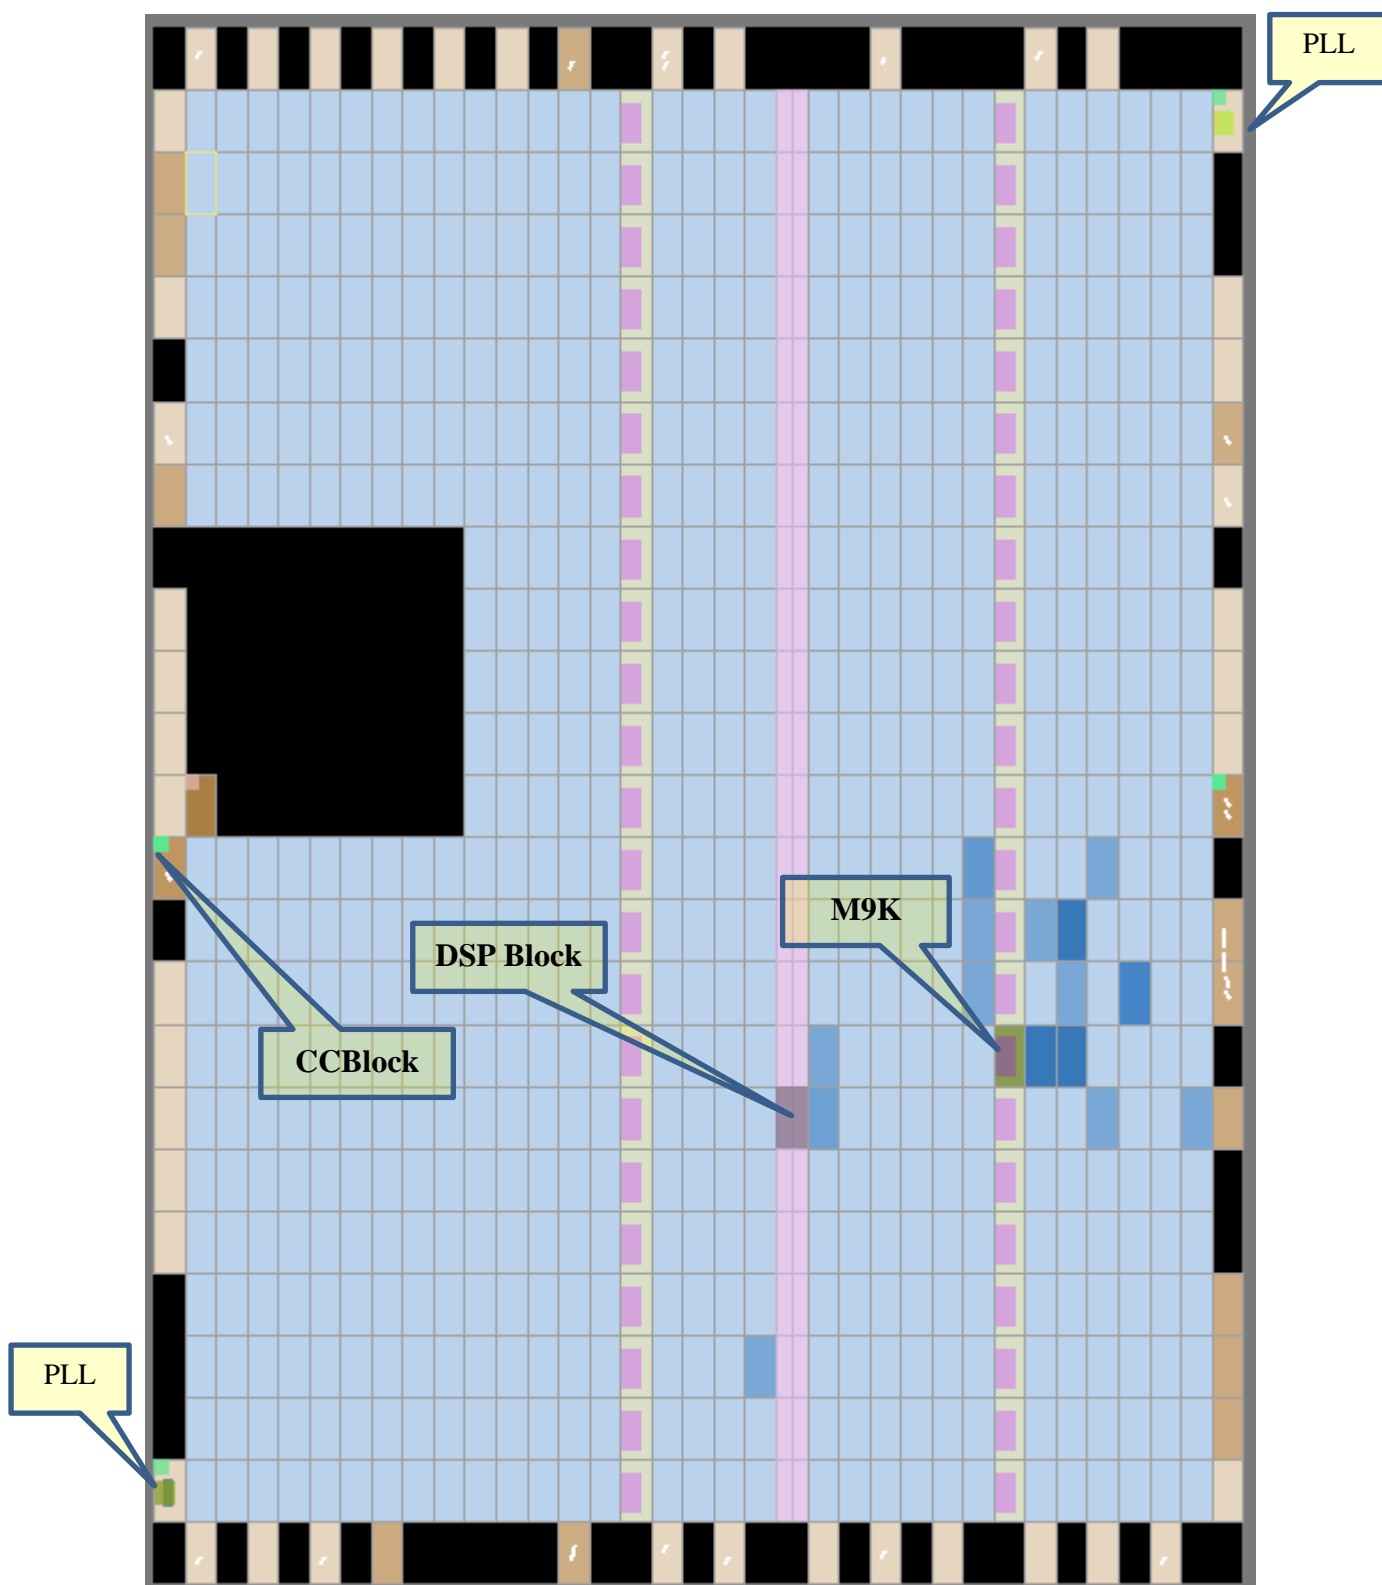

Рис. 66 Отображение выбранных элементов схемы на символе кристалла ПЛИС
13.3. Аналогично выберите для отображения элементы **DSP Block**, **M9K** модули памяти, **Clock Control Block** (рис. 66).